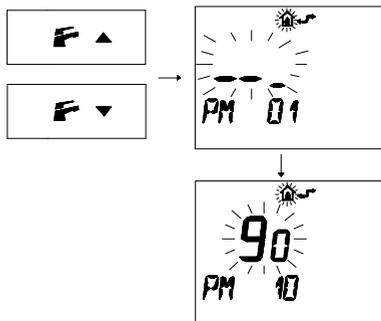

Figura 5.87
- Premere i pulsanti \leftarrow o \rightarrow per visualizzare la programmazione "PM10" selezione della frequenza di accensione (Figura 5.87).
Nella Figura 5.87 si visualizza un SET programmato di 90 corrispondente ad un tempo di riaccensione di 3 minuti circa. Il campo di regolazioni è da 0 a 8 minuti e mezzo.